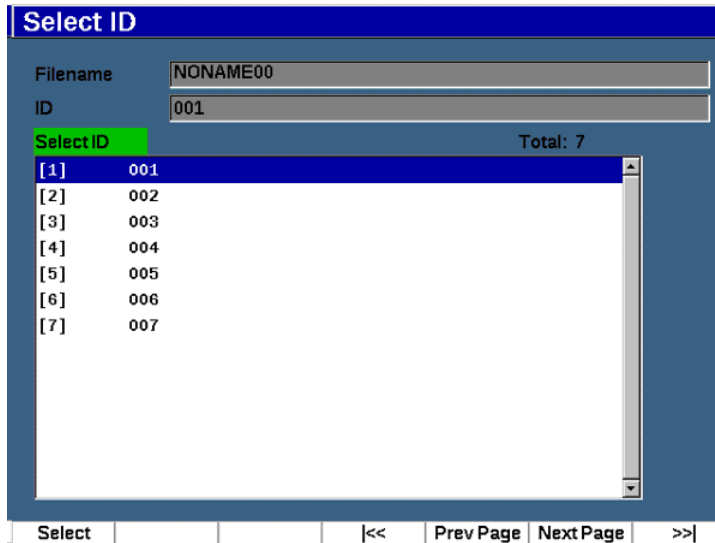

Figura 10-11 Pagina Seleziona ID
3. Premere **Selez. ID** (tasto P2) per visualizzare la pagina **Selez. ID** (vedere Figura 10-11 a pagina 233).